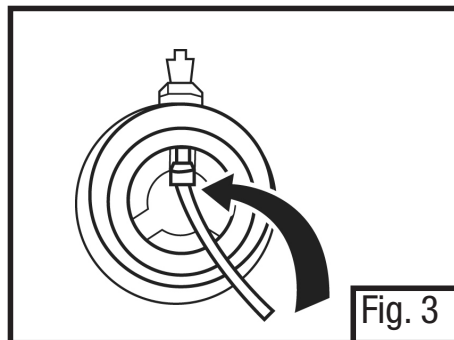

Fig. 3
4. Deslize a ponta do tubo de amostragem para o encaixe interior do adaptador 601 (Fig. 3).